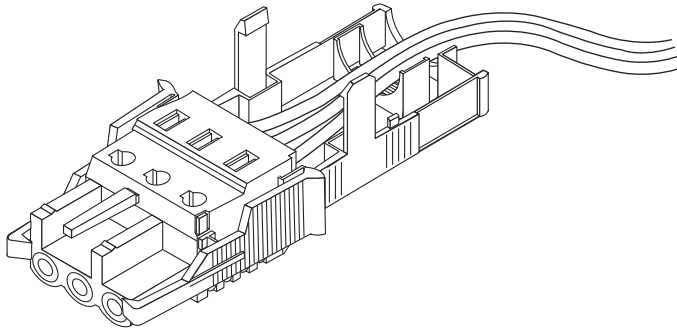

РИС. 3-7 Прокладка проводников в защитной оболочке
2. **Проложите три проводника от источника питания в канавке нижней части защитной оболочки (см. РИС. 3-7).**